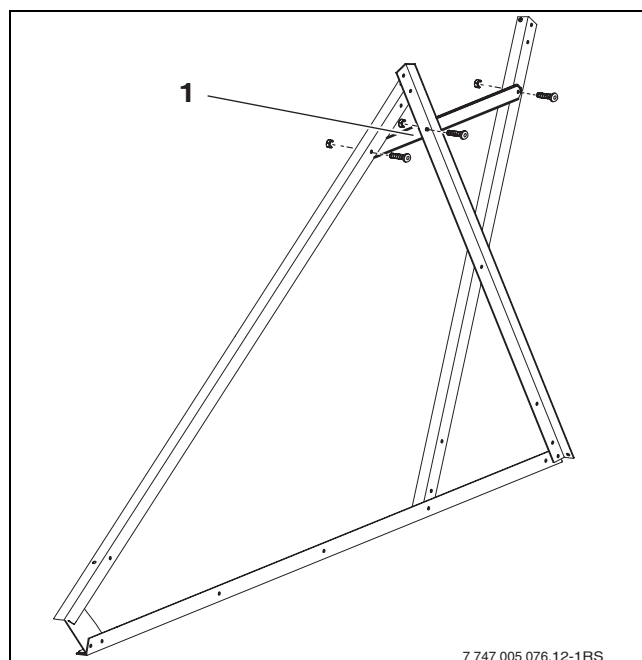

Fig. 12 Montar la barra transversal
- Atornillar la traviesa (Fig. 12, (1)) a los dos perfiles de soporte acumulador y al perfil de soporte del captador.